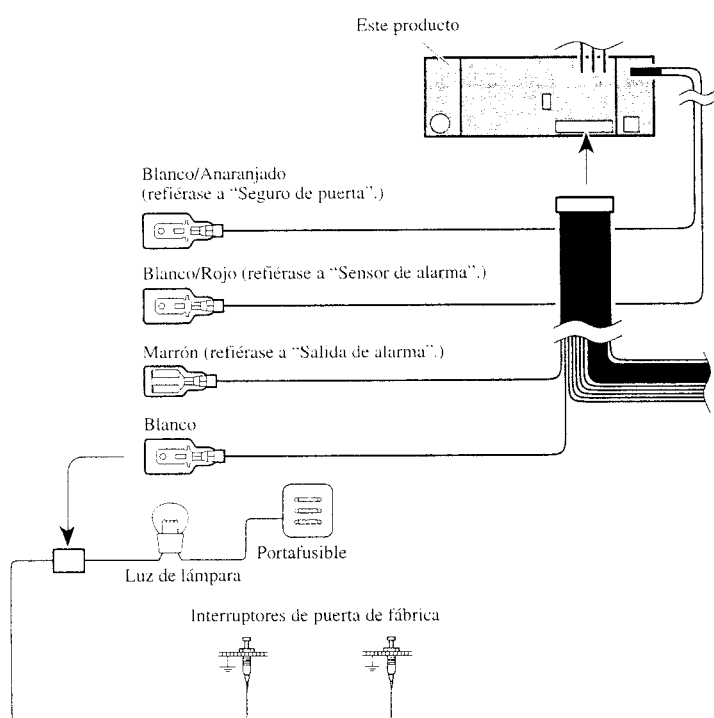

Fig. 3
- **Blanco (Interruptor de puerta, DOOR SWITCH)** (Fig. 3 y 4)
Blanco (Interruptor de puerta, DOOR SWITCH) (Fig. 3 y 4)